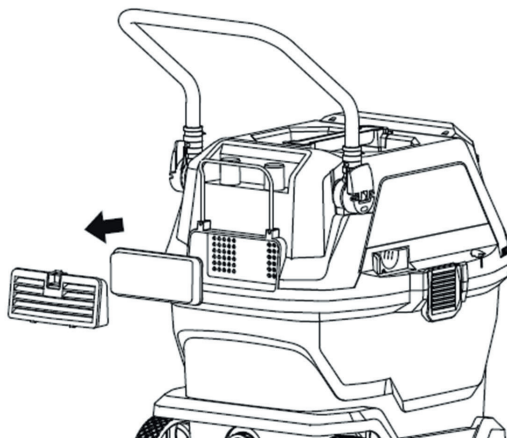

Рис. 14
- Для слива воды откройте крышку сливного отверстия и слейте собранную воду (рис. 14).